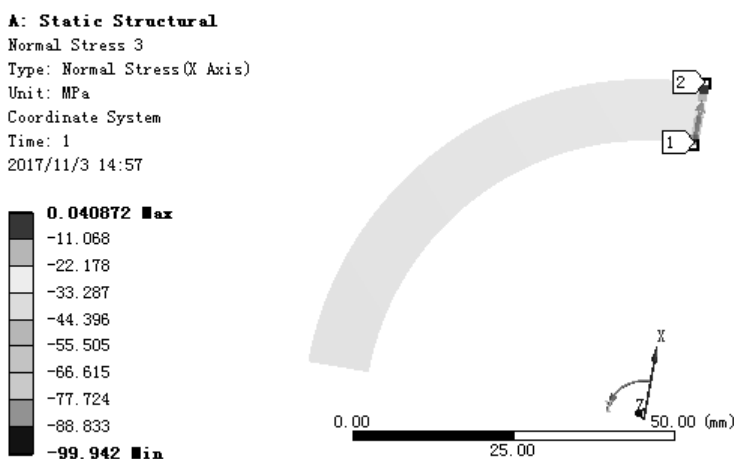

图 7.5.39 径向应力（路径 Path）结果图解
(5) 查看沿路径 Path 径向应力结果图解。在“Outline”窗口中选中  **Normal Stress 3**，查看图 7.5.39 所示的径向应力（路径 Path）结果，其最小应力为 -99.942 MPa，最大应力为 0.040872 MPa；